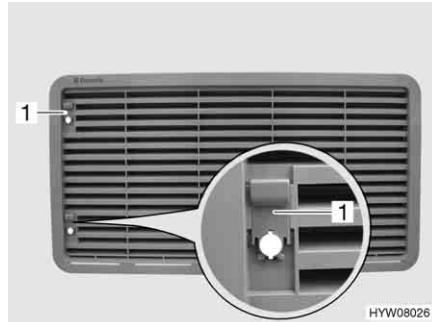
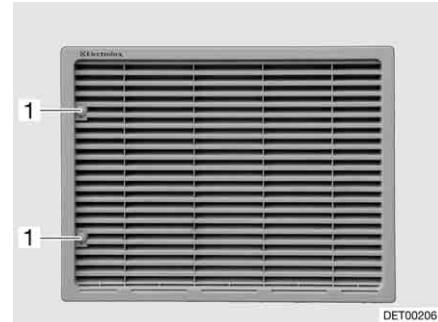

Fig. 220 Griglia di aerazione del frigorifero (con cursore)
Fig. 221 Griglia di aerazione del frigorifero (con vite)
- A seconda della versione, spingere in alto il cursore (Fig. 220,1), oppure con l'ausilio di una moneta ruotare la vite (Fig. 221,1) di un quarto di giro.